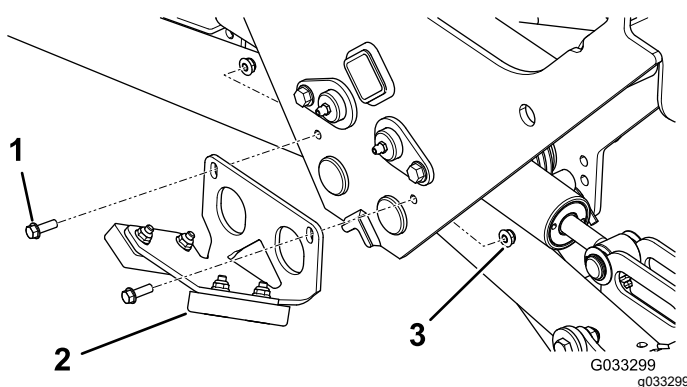

Figura 23
2. Instale o conjunto do para-choques traseiro como se mostra na Figura 23.